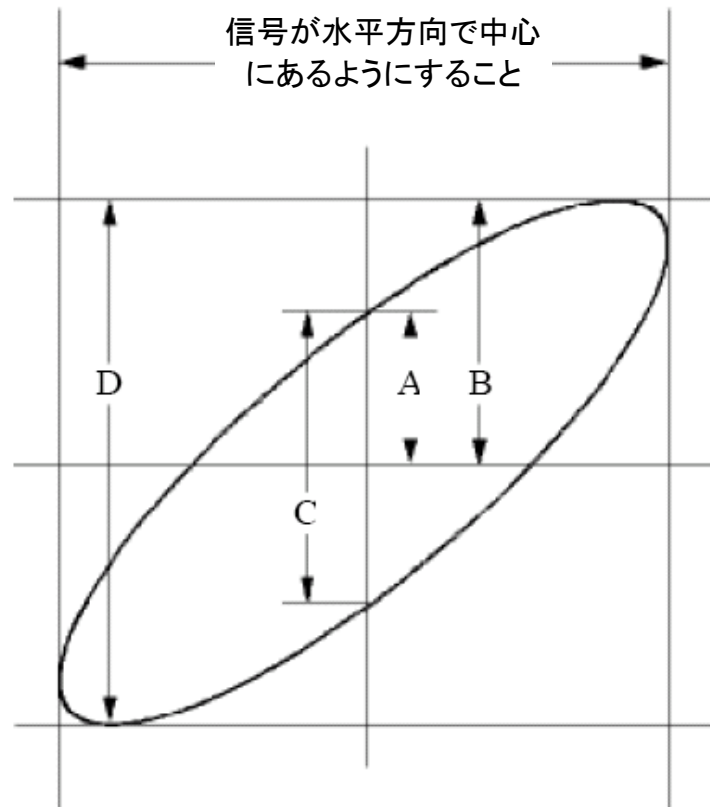

図 7-6 リサージュ(Lissajous) 図形
- (1) プローブメニュー減衰係数を 10X に設定し、プローブ上のスイッチを 10X に設定します (P.13「プローブ減衰係数の設定方法について」を参照してください)。
- (2) チャンネル 1 のプローブをネットワークの入力端に、チャンネル 2 のプローブをネットワークの出力端にそれぞれ接続します。
- (3) 自動設定(Autoset)ボタンを押して、オシロスコープが 2 つのチャンネルの信号を読み込んでモニターに表示します。
- (4) 垂直 VOLTS/DIV ツマミを調節して 2 つのチャンネル信号の振幅をほぼ同じ水準にします。
- (5) 表示(Display)ボタンを押して表示メニューを呼び込みます。
- (6) H3 ボタンを押して XY 表示(XY Mode)を ON にします。オシロスコープはリサージュ(Lissajous)図形モードでネットワークの入出力特性を表示します。
- (7) 垂直 VOLTS/DIV、垂直位置(VERTICAL POSITION)ツマミを調節して波形を最適な状態にします。
- (8) 楕円オシログラムを利用して位相差を観測して算出します(図 7-6 参照)